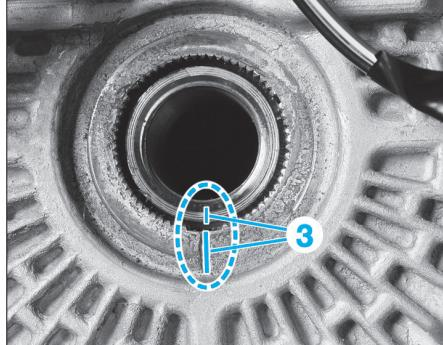

Fig. 2
- Respecter l'alignement des repères (3) (Fig.2).